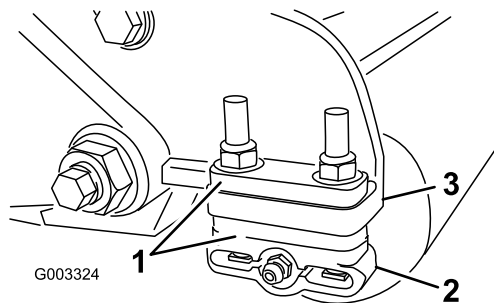

Bild 12
1. Stellen Sie die hinteren Rollenhalterungen (**Bild 12**) auf den gewünschten Schnitthöhenbereich ein, indem Sie die erforderliche Anzahl von Distanzstücken unter den Befestigungsflansch an der Seitenplatte (**Bild 12**) gemäß der Schnitthöhen-Tabelle positionieren.